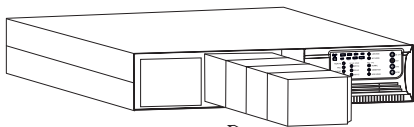

Рис. 5
5. Вытяните батарею (с правой стороны) на ровную поверхность.(рис. 5)